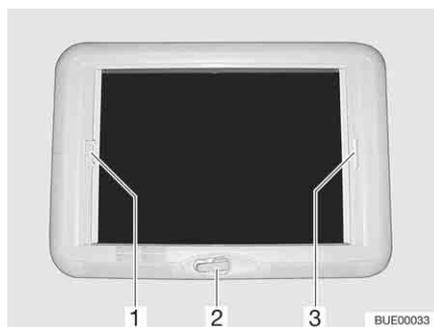

Bild 93 Kurbelhub-Dachhaube
**Öffnen:** ■ Die Handkurbel (Bild 93,2) drehen, bis Widerstand spürbar ist (max. Öffnungswinkel 70°).
**Schließen:** ■ Die Faltverdunklung am Griff (Bild 93,3) ziehen und an der gewünschten Position loslassen. Die Faltverdunklung bleibt in dieser Position stehen.
**Schließen:** ■ Den Insektenschutz am Griff (Bild 93,1) ziehen und an der gewünschten Position loslassen. Der Insektenschutz bleibt in dieser Position stehen.